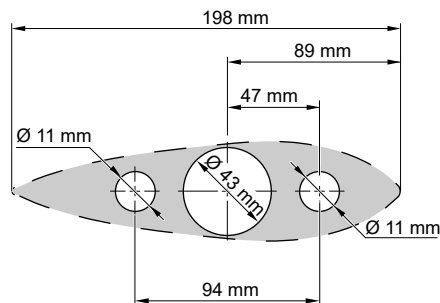

Fig. 46: Dimensioni
1. Realizzare tre fori per il montaggio del pod nello scafo della barca, **vedi "Fig. 46: Dimensioni"**.